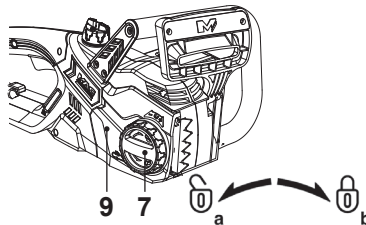

Fig. 1
2. Solte a cobertura (9) rodando a roda de bloqueio (7) para a esquerda (Fig. 1, a) e remova a cobertura.